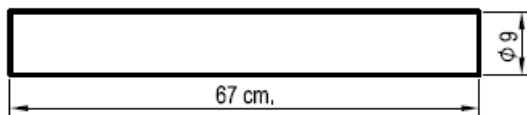

Figura 40
- i) Todas las cifras de cotas se expresarán en la misma unidad de medida, generalmente en mm. Si fuera necesario expresar alguna medida en otra unidad, se acompañará a la cifra de cota la unidad correspondiente. **Figura 40.**